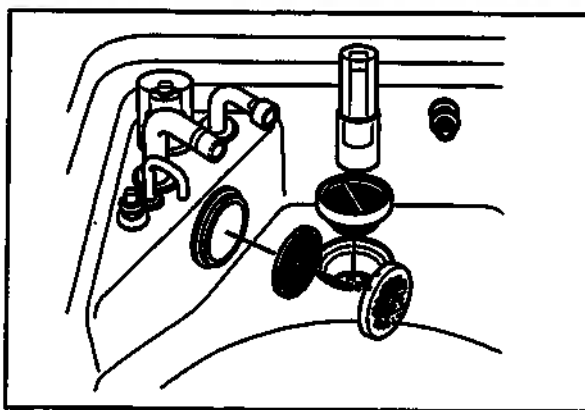

Рис. 6.24
2. Извлеките сетчатые фильтры из моечной ванны (см. рис. 6.24).